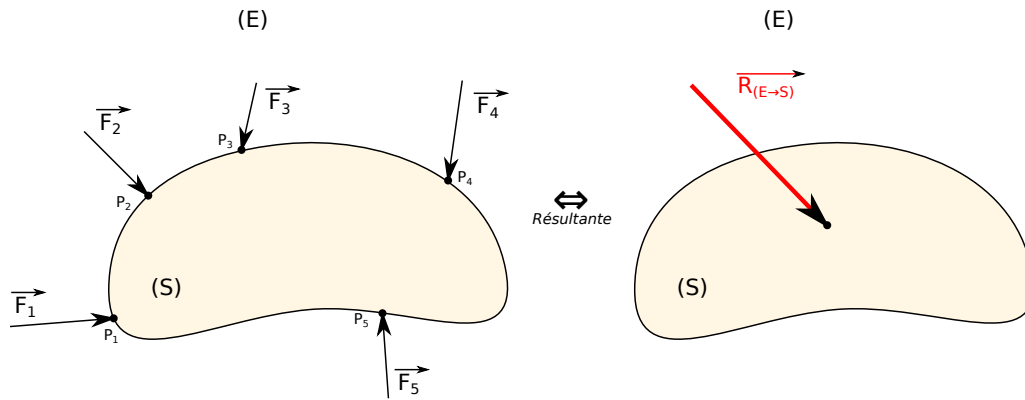

FIGURE 1 – Résultante des actions mécaniques.
Soit un corps S subissant de la part d'un ensemble (E) une action mécanique modélisée localement par " n " forces $\vec{F}_{i(E \rightarrow S)}$ de points d'application P_i (fig. 1). On définit alors le vecteur suivant :
Soit un corps S subissant de la part d'un ensemble (E) une action mécanique modélisée localement par “ n ” forces $\vec{F}_{i(E \rightarrow S)}$, de points d'application P_i (fig.1). On appelle **moment résultant en A de la résultante \vec{F}_i** , le vecteur